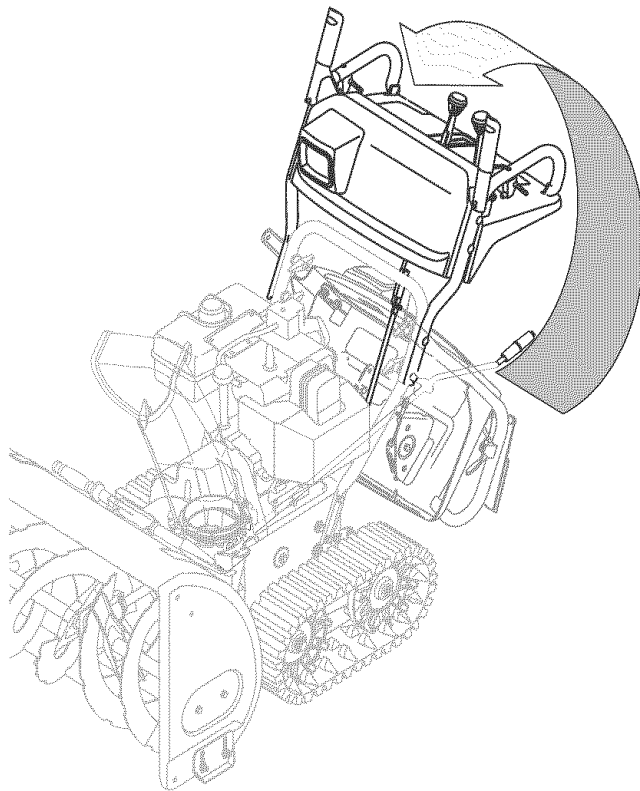

Figura 3
4. Eleve el montaje de la manija superior hasta que esta quede alineada con la manija inferior. Vea la Figura 3.